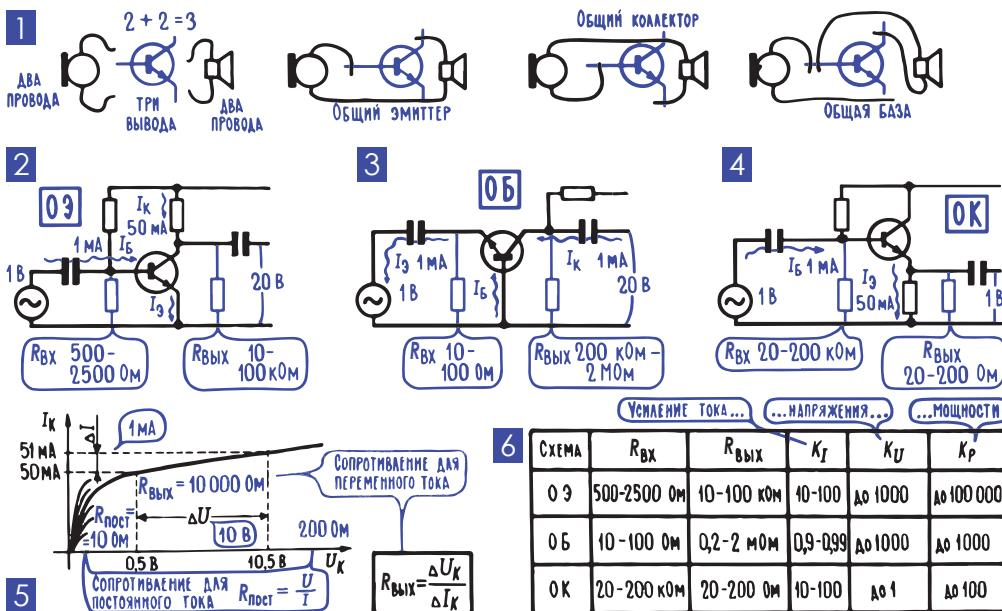
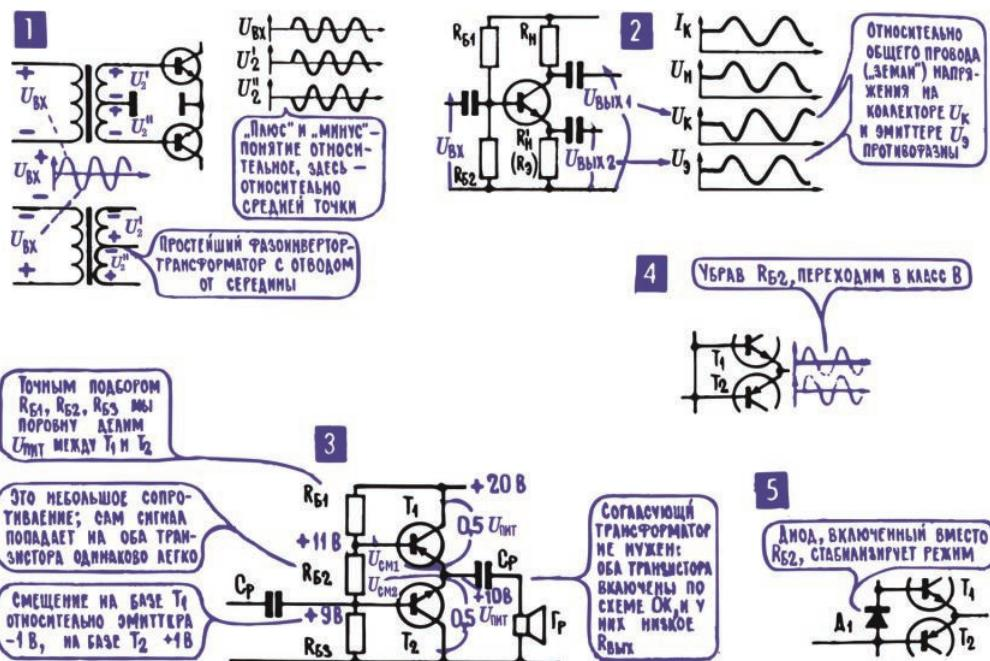
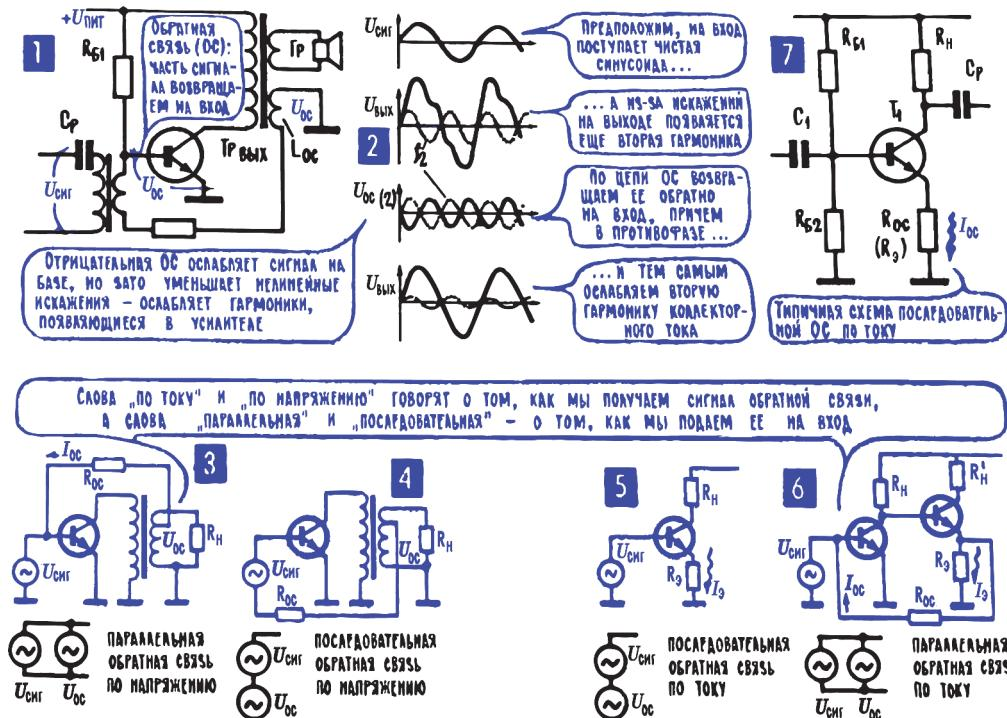

Рис. 12.4. Три возможные схемы включения транзистора:
Рис. 12.10. Получение противофазного напряжения и различные варианты двухтактного каскада
Рис. 12.11. Обратные связи
**8. У схем с общим эмиттером (ОЭ), с общей базой (ОБ) и общим коллектором (ОК) сильно различаются входные и выходные сопротивления и основные усиительные характеристики.** Рассказ этот можно было бы озаглавить « $2 + 2 = 3$ ». Такое странное равенство должно привлечь внимание к задаче, которую приходится решать при включении транзистора или лампы в усилительный каскад. Дело в том, что у транзистора всего три вывода – эмиттер, база, коллектор (у лампы, соответственно, катод, сетка, анод), а подключить к нему нужно четыре провода: два от источника сигнала, например от микрофона, и два от нагрузки, например от громкоговорителя (рис. 12.4; 1).
Подключить четыре провода к трем ( $2 + 2 = 3$ ) можно только так: один из выводов транзистора должен быть общим и для входной цепи, и для выходной, то есть и для источника сигнала, и для нагрузки. В принципе, общим может быть любой из выводов, а значит, возможны три разные схемы – с общим эмиттером (ОЭ), с общей базой (ОБ) и с общим коллектором (ОК). В ламповых усилителях это, соответственно, схемы с общим катодом, общей сеткой и общим анодом. На рис. 12.4; 1, 2, 3, 4 вы видите схемы ОЭ, ОБ и ОК в предельно упрощенном виде.
Теперь о входном сопротивлении  $R_{BХ}$  и выходном  $R_{VЫХ}$ . И входная цепь транзистора, и особенно выходная оказывают разное сопротивление постоянному и переменному току. Лучше всего это видно на примере коллекторной цепи открытого транзистора (рис. 12.4; 5). В реальном случае при напряжении на коллекторе 0,5 В через транзистор идет постоянный ток до 50 мА, для постоянного тока сопротивление коллекторной цепи 10 Ом. Но если мы попробуем менять напряжение и следить за изменением тока, то получим иную цифру – коллекторный ток очень мало меняется при изменении напряжения на коллекторе. Если напряжение  $U_k$  увеличить от 0,5 В до 10,5 В, то есть на 10 В, ток увеличится всего на 1 мА. Так менялся бы ток, если бы в цепи было включено сопротивление 10 кОм, и именно такое сопротивление оказывает транзистор меняющемуся коллекторному току, его переменной составляющей. А поскольку продукция транзистора, которую он должен передать дальше, не постоянный ток, а переменный, то можно считать, что эта последняя величина и есть выход-
**Примечание редактора.** Схема с общей базой (ОБ) традиционно рассматривается в учебниках, но на практике применяется редко: в основном в высокочастотных схемах, так как позволяет «выжать» максимум из частотных свойств транзистора. При этом в реальных схемах вы почти никогда не встретите непосредственного соединения базы с общим проводом – как правило, «закорачивание» ее на «землю» осуществляется через конденсатор достаточной емкости (см. следующий раздел). Схема ОК (эмиттерный повторитель), наоборот, встречается очень часто, так как позволяет согласовать источник с высоким выходным сопротивлением с достаточно мощной нагрузкой (см. пример применения этой схемы в оконечном каскаде усилителей НЧ, рис. 12.10; 3 и раздел 14). Кроме того, надо специально подчеркнуть, что схемы ОК и ОБ не инвертируют входной сигнал, то есть выходной сигнал совпадает по фазе с входным (в пределах частотных ограничений для данного транзистора, см. раздел 18 этой главы); тогда как у наиболее распространенной схемы ОЭ фаза выходного сигнала на коллекторе противоположна фазе входного.
На рис. 12.4; 6 – сводная таблица основных характеристик схем ОЭ, ОБ и ОК: из этой таблицы можно сделать некоторые выводы об особенностях этих схем.
То, что напряжения  $U_{\text{вх}1}$  и  $U_{\text{вх}2}$  именно противофазны относительно средней точки, связано только с определенным включением обмоток  $\Pi_A$  и  $\Pi_B$ . Не забудьте: поменять местами концы обмотки – это значит повернуть фазу на  $180^\circ$  (гл. 11; 7). Противофазными напряжения  $U_{\text{вх}1}$  и  $U_{\text{вх}2}$  получаются в том случае, если обмотки  $I$ ,  $\Pi_A$  и  $\Pi_B$  намотаны в одну сторону и начало одной из них соединено с концом другой. То есть если сделан отвод от средней точки всей вторичной обмотки (см. далее рис. 12.10; 1).
Еще в ламповую эпоху, а особенно с появлением транзисторов разной проводимости, было найдено много остроумных схемных решений, позволивших строить бестрансформаторные усилители НЧ. В числе схемных находок, например, бестрансформаторный фазоинвертор (в переводе «поворачиватель фазы»), то есть схема, с помощью которой получают два противофазных выходных напряжения, показанный на рис. 12.10; 2. Этот каскад – гибрид схемы ОЭ (нагрузка в цепи коллектора) и схемы ОК (нагрузка в эмиттере). На вход, как обычно, поступает один сигнал  $U_{bx'}$ , а на выходах появляются два сигнала  $U_{\text{вых}1}$  и  $U_{\text{вых}2}$  с противоположными фазами. Противоположные фазы у этих напряжений получаются потому, что одно из них снимается с коллекторной нагрузки, а второе – с эмиттер-
Включение транзисторов по схеме ОК, которая, как известно, отличается низким выходным сопротивлением (рис. 12.4), позволяет в выходных каскадах отказаться от согласующего трансформатора и включать громкоговоритель прямо в эмиттерную цепь транзистора в качестве нагрузки. Используя транзисторы разной проводимости, можно собрать двухтактный выходной каскад без привычного фазоинвертора, например по схеме рис. 12.10; 3, которая работает в классе В (без смещения), если нет резистора  $R_{B2}$  (рис. 12.10; 4), или в классе АВ, если есть  $R_{B2}$ . Здесь нагрузка (громкоговоритель) включена в эмиттерные цепи обоих транзисторов, и они поочередно создают в этой нагрузке ток, складывают, спивают из двух половинок выходной сигнала. По постоянному току оба транзистора соединены последовательно, причем напряжение общей коллекторной батареи делится между этими транзисторами поровну.
16 По этой причине схему на рис. 12.10; 2 точнее называть «фазорасщепителем».
**Примечание редактора.** Строго говоря, простое удаление резистора  $R_{62}$  из схемы рис. 12.10; 3 (как на схеме 12.10; 4) вводит двухтактный каскад не в режим В (в котором половинки синусоид обрезаны строго по оси абсцисс), а в режим с более глубокой отсечкой синусоиды, что приводит к существенным нелинейнымискажениям сигнала. Чтобы избежать этого, между базами двухтактного каскада и устанавливают смещение, приоткрывая транзисторы, то есть вводя каскад в режим АВ. Смещение вводят с помощью либо резистора, либо диодов (обычно двух или даже трех). Для надежного преодоления начального нелинейного участка характеристики транзисторов минимальное количество диодов равно двум; третий включают для надежного смещения; при этом, однако, растет ток покоя и снижается КПД усилителя. Для лучшей температурной стабилизации диоды плотно прижимают к радиаторам выходных транзисторов с целью выравнивания температур всех  $p-n$ -переходов.
Очень широко используются обратные связи в технике, в частности в электронике. Один из примеров нам уже знаком – это генератор с самоизвестждением. Небольшая часть энергии, переданная по цепи обратной связи с выхода транзистора на его вход, дает указания, как нужно «открывать кран», то есть как нужно менять напряжение на базе (причина), чтобы поддержать изменения коллекторного тока (следствие). Используется обратная связь и в усилителях низкой частоты, но, в отличие от генераторов, уже не положительная обратная связь (рис. 11.2; 3, 4), а отрицательная (рис. 11.2; 5). Это значит, что сигнал обратной связи  $U_{oc}$  не помогает, а мешает поступающему с предыдущего каскада сигналу  $U_{sig}$ , действует с ним в противофазе, уменьшает общее напряжение  $U_{bx}$  на входе усилителя (рис. 12.11; 1).
Можно сразу сказать, что отрицательная обратная связь снижает усиление каскада – раз ослабляется входной сигнал, то уменьшается и выходной, слабее становится «мощная копия». Но зато отрицательная обратная связь позволяет делать то, чего никаким иным способом добиться не удалось бы, – она позволяет снизить нелинейные искажения, которые появляются в каскаде. Крайне упрощенно это показано на рис. 12.11; 2.
Иногда отрицательной обратной связью охватывают один каскад усилителя, а иногда сразу несколько каскадов. При этом существует четыре варианта обратной связи, к которым в итоге сводится все многообразие схем. Вот эти четыре варианта: последовательная и параллельная обратная связь по напряжению и последовательная и параллельная обратная связь по току. Слова «последовательная» и «параллельная» говорят о том, каким способом обратная связь вводится во входную цепь: последовательно с источником сигнала или параллельно ему. А слова «по напряжению» и «по току» говорят о том, как сигнал обратной связи получают с выхода усилительного каскада. Если напряжение обратной связи определяется током усилительного каскада и мало зависит от выходного напряжения, то это обратная связь по току. Так, например, если в схеме ОЭ в цепь эмиттера включен резистор  $R_o$ , без обычного конденсатора  $C_o$  (рис. 12.11; 5), то на этом резисторе создается напряжение обратной связи, и это напряжение как раз и определяется коллекторным током, то есть  $R_o$  является элементом обратной связи по току.
Если в этой схеме мы будем менять выходное напряжение, например изменяя сопротивление нагрузки  $R_L$ , то напряжение обратной связи практически не изменится. А вот на схеме ОК (эмиттерный повторитель, рис. 12.4; 4 и 12.6) напряжение обратной связи – это фактически напряжение на самой нагрузке, которая включена в цепь эмиттера (в коллекторной цепи теперь уже резистора нет), и всякое изменение выходного напряжения – это одновременно и изменение обратной связи. То есть схема ОК создает обратную связь по напряжению17. Так же, как и схема, в которой напряжение обратной связи снимается прямо со вторичной обмотки выходного трансформатора (рис. 12.11; 1).